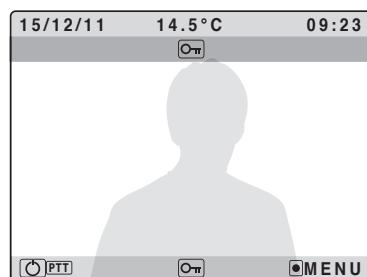

Fig. 11
- Ouvrez la porte sans parler au visiteur en appuyant sur le bouton (**Fig. 11**) ;